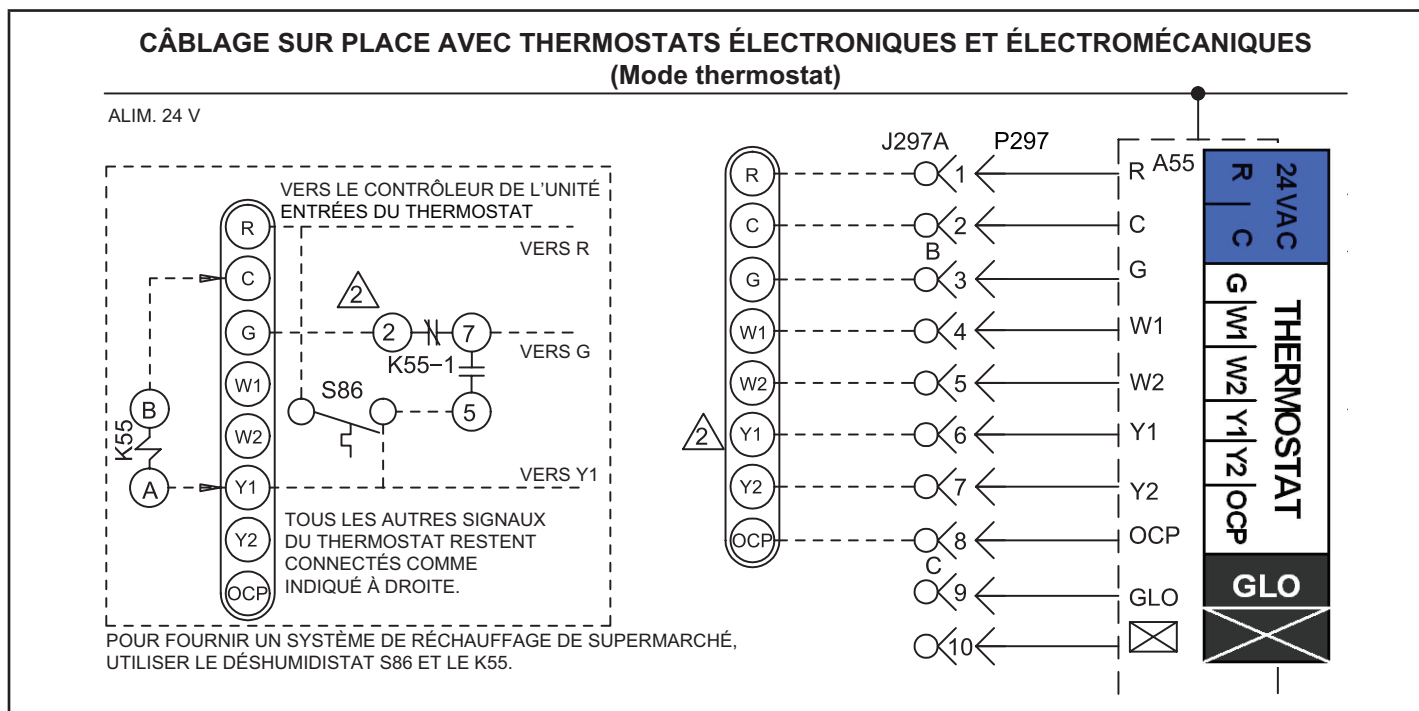
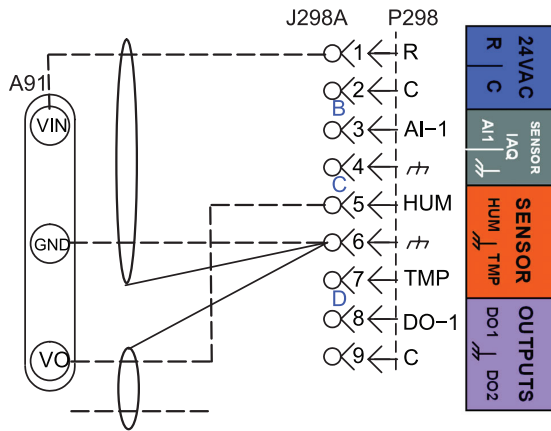
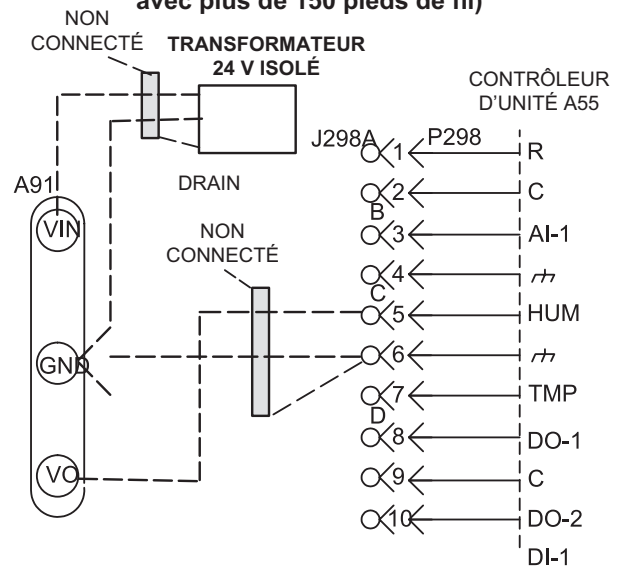

FIGURE 16
FIGURE 18
FIGURE 20
- Câblez comme indiqué à la FIGURE 16 pour les thermostats électromécaniques et électroniques. En cas d'utilisation d'autres dispositifs de contrôle de la température ou de systèmes de gestion de l'énergie, reportez-vous aux instructions et au schéma de câblage fournis par le fabricant.
- Effectuez les connexions électriques comme indiqué à la FIGURE 16 pour le mode thermostat ou à la FIGURE 17 pour le mode capteur de zone. En outre, connectez un capteur d'humidité ou une entrée de déshumidification. Reportez-vous à la FIGURE 18 ou FIGURE 20 pour le câblage du capteur d'humidité ou à la FIGURE 19 pour le câblage de l'entrée de déshumidification.
Utilisez deux câbles blindés séparés contenant des paires torsadées de 20 AWG minimum avec un blindage global. Belden type 8762 ou 88760 (plénium) ou équivalent. Connectez les deux fils de drainage du blindage du câble au contrôleur de l'unité comme indiqué à la FIGURE 18.
Utilisez deux câbles blindés séparés contenant des paires torsadées de 18 AWG minimum avec un blindage global. Belden type 8760 ou 88760 (plénium) ou équivalent. Connectez les deux fils de drainage du blindage du câble au contrôleur de l'unité comme indiqué à la FIGURE 18.
Utilisez un transformateur 24 VCA local et isolé tel que le Lennox no. de cat. 18M13 (20 VA minimum) pour alimenter le capteur d'humidité relative comme indiqué à la FIGURE 20. Utilisez deux câbles blindés contenant des paires torsadées de 20 AWG minimum avec un blindage global. Belden type 8762 ou 88760 (plénium) ou équivalent.
- 2 - Appuyez sur le bouton de jumelage et le maintenir enfoncé pendant 5 secondes. Reportez-vous à la figure 20.